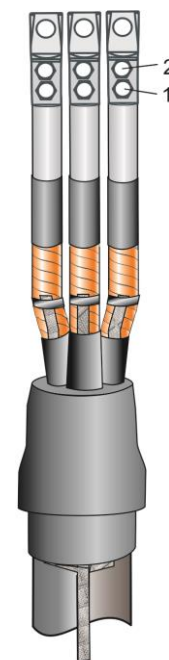

Рис.13
13.Снять фазную изоляцию с жилы кабеля на расстоянии, равном внутренней длине цилиндрической части наконечника. Надвинуть наконечник и сорвать головки болтов в соответствии с Рис.13.